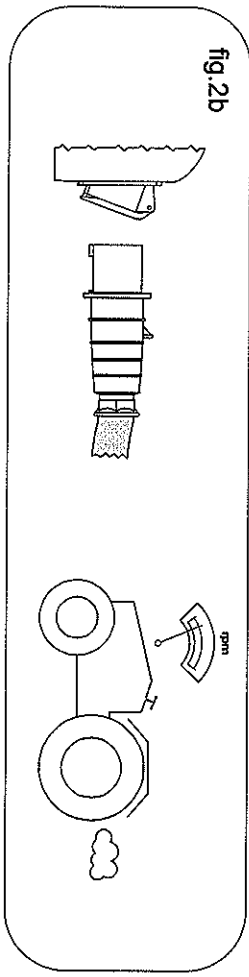

fig.2b
- 3) Assicurarsi che non ci siano apparecchi collegati alle prese del quadro elettrico; mettere in moto il trattore, ed accelerare leggermente, verificando che non ci siano vibrazioni e/o rumori anomali (fig.2b)
- 3) Vergewissern Sie sich, dass keine Geräte an die Abgriffe an der Schalttafel angeschlossen sind. Setzen Sie den Traktor in Gang und geben Sie leicht Gas. Achten Sie darauf, dass keine Vibrationen bzw. anomale Geräusche auftreten (Abb. 2b).
- 3) Make sure that no equipment is connected to the sockets of the control board. Then, turn the tractor on and slightly increase rpm always checking that any anomalous vibrations and/or noises appear. (fig.2b)
- 3) Assurez-vous qu'aucun appareil est branché sur les prises du tableau électrique; mettre en marche le tracteur, et accélérer légèrement, en vérifiant l'absence de vibrations et/ou de bruits anormaux (fig.2b)
- 3) Comprobar que no hay equipos conectados a las tomas de corriente del cuadro eléctrico; poner en marcha el tractor, y acelerar ligeramente, comprobando que no se presenten vibraciones u/o ruidos anormales (fig.2b)